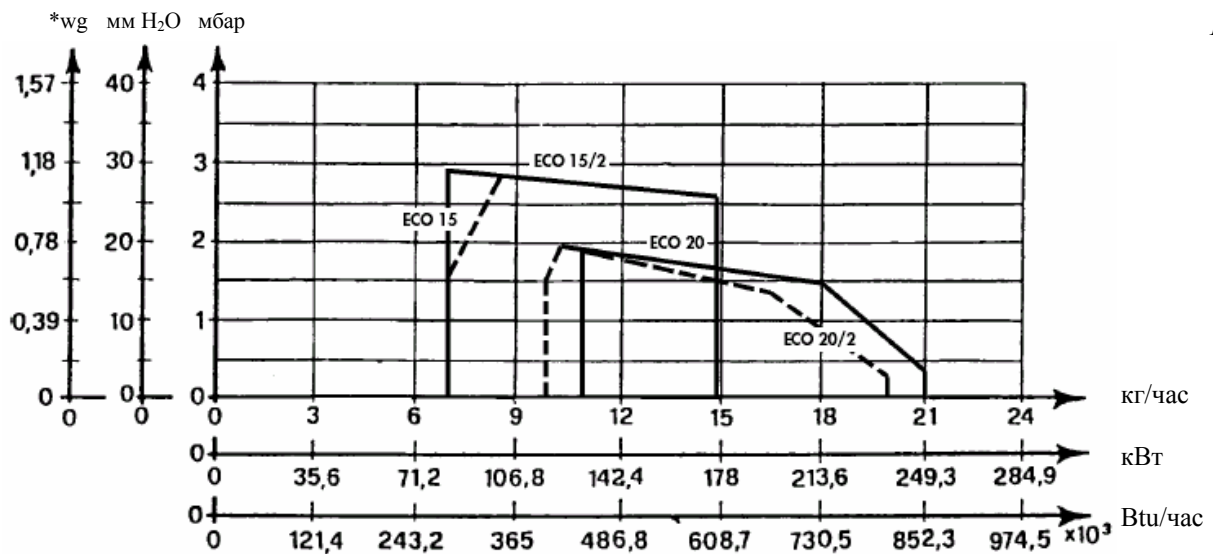
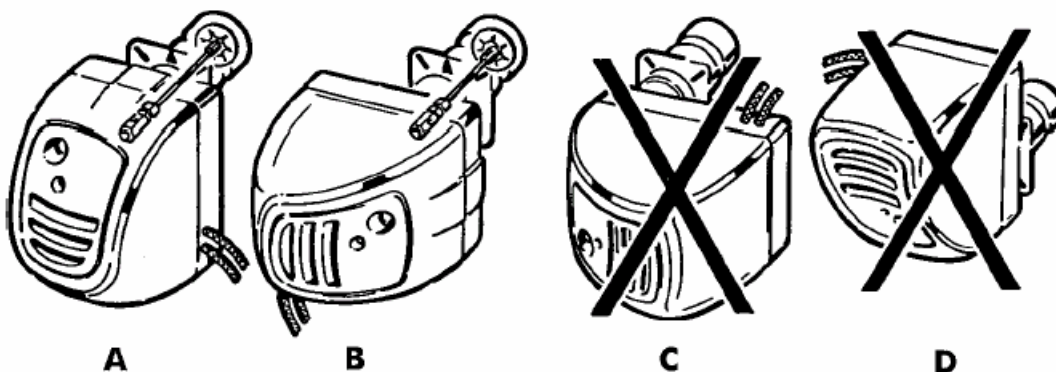

*Рис. 2*
Рис. 11
После подготовки передней части котла с учетом размеров шаблона крепления, указанных на рис. 2, на ней двумя нижними винтами следует закрепить крепежную пластину горелки (8). Убедитесь, что вставлена изолирующая прокладка из комплекта поставки. Установите горелку на крепежной пластине и разместите ее так, как показано на рис. 11 (поз. А и В).